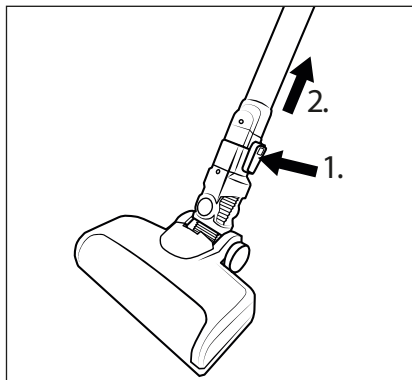

Fig. 12
- ◆ Per rimuovere la spazzola per pavimenti **21** dal tubo di aspirazione **23**, tenere premuto il tasto di sblocco della spazzola per pavimenti **22** e sfilare il tubo di aspirazione **23** dalla spazzola per pavimenti **21** (vedere fig. 12).